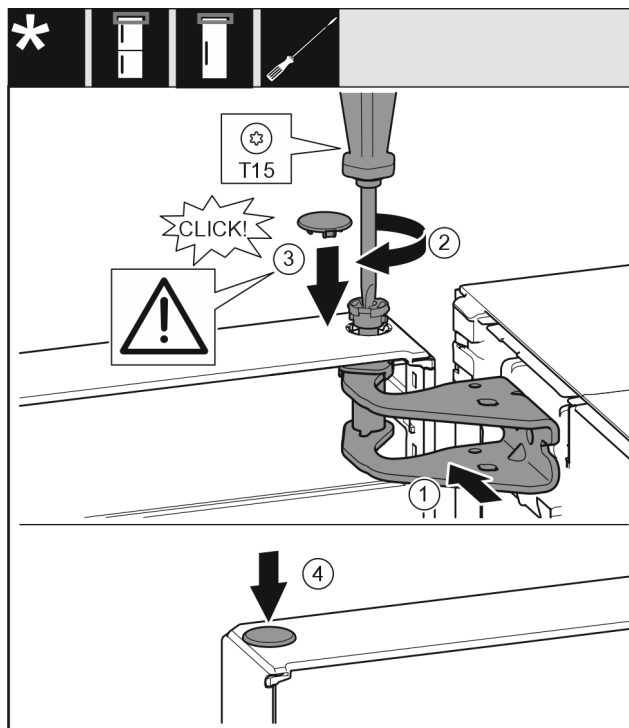

Fig. 18
- ▶ Orientar la parte superior de la puerta respecto a la apertura del soporte de apoyo. Fig. 18 (1)
- ▶ Introducir los pernos y apretar con el destornillador T15. Fig. 18 (2)
- ▶ Montar la cubierta del seguro para asegurar la puerta: Introducir la cubierta del seguro y comprobar que descansa sobre la puerta. De lo contrario, introducir por completo los pernos. *Fig. 18 (3)*
- ▶ Introducir los tapones. *Fig. 18 (4)*